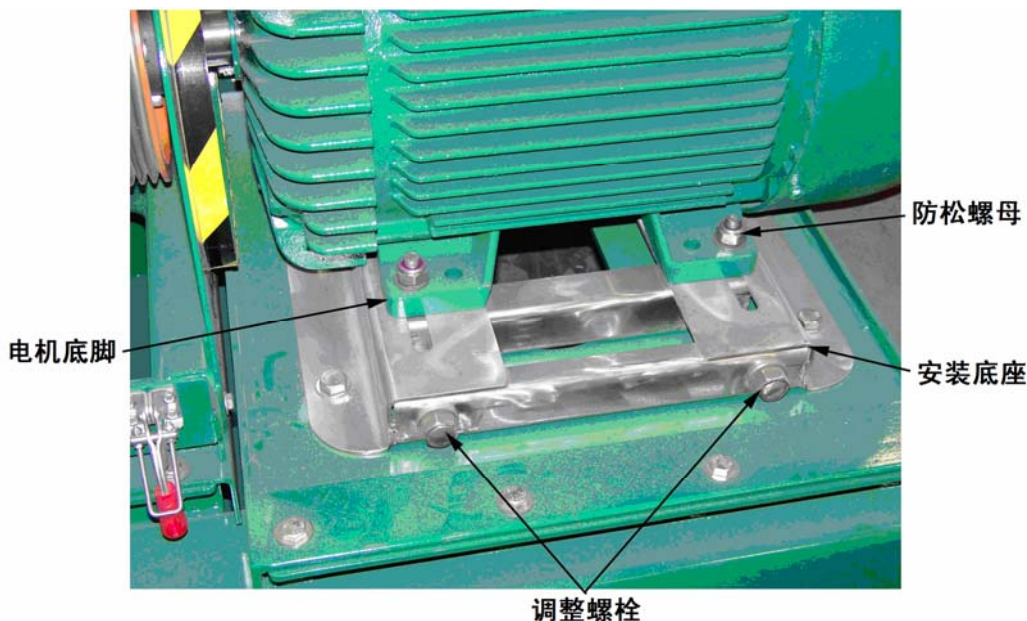

图 5-3：传动皮带张紧度的调整
3. 松开固定驱动电机底脚与底座的防松螺母（见图 5-3），逆时针方向旋转调整螺栓松开皮带，然后将皮带滑出皮带轮。